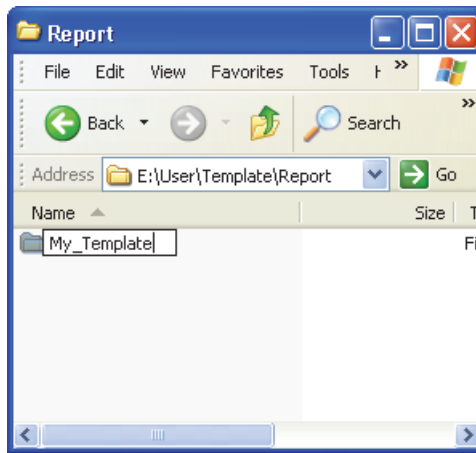

Figura 7-5 Caminho para os arquivos de relatórios personalizados
4. Renomeie a pasta `\User\Template\Report\Complete\` que acabou de ser copiada com um nome de sua escolha (renomeado como `My_Template` no exemplo mostrado na Figura 7-5 na página 209).